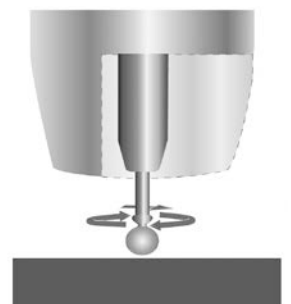

Fig. 29
3. Le flux de courant crée un champ magnétique qui commence à pincer le fil en fusion afin de produire une gouttelette (fig. 29).